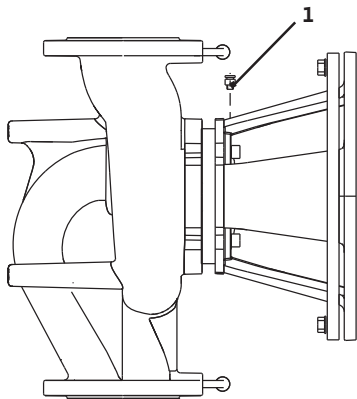

Fig. 41: Entlüftungsventil
- Pumpen durch Lösen der Entlüftungsventile (Fig. 41, Pos. 1) entlüften. Ein Trockenlauf zerstört die Gleitringdichtung der Pumpe. Der Differenzdruckgeber darf nicht entlüftet werden (Gefahr der Zerstörung).